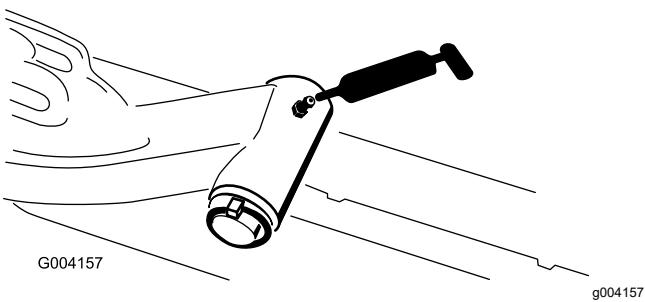

Figure 69
- Axe de pivot des bras de levage (x 1) (Figure 69)